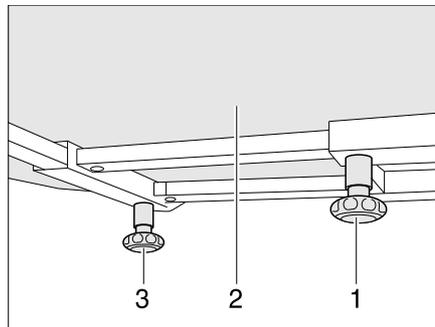

Bild 86 Fester Tisch
- Rändelschraube (Bild 86,1) lösen.
- Tischplatte (Bild 86,2) in die gewünschte Position verschieben.
- Rändelschraube (Bild 86,3) lösen.